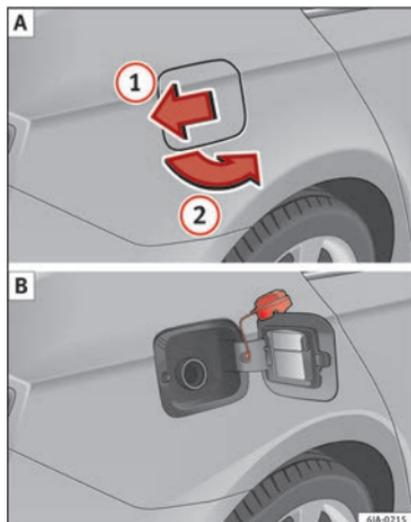

Fig. 203 Lato posteriore destro del veicolo: sportellino del serbatoio/sportellino del serbatoio con il tappo svitato.
Su un adesivo apposto nella parte interna dello sportellino del serbatoio è indicato il tipo di carburante adatto al veicolo, le dimensioni e la pressione di gonfiaggio degli pneumatici » **fig. 203**
- Premere sullo sportellino del serbatoio nella direzione indicata dalla freccia **1** » **fig. 203**.
- Svitare verso sinistra il tappo di chiusura del serbatoio e porlo sullo sportellino del serbatoio » **fig. 203** .
- Una volta sbloccato il veicolo con il comando di chiusura centralizzata, premere sullo sportellino del serbatoio nel senso della freccia **1** » **fig. 203**.